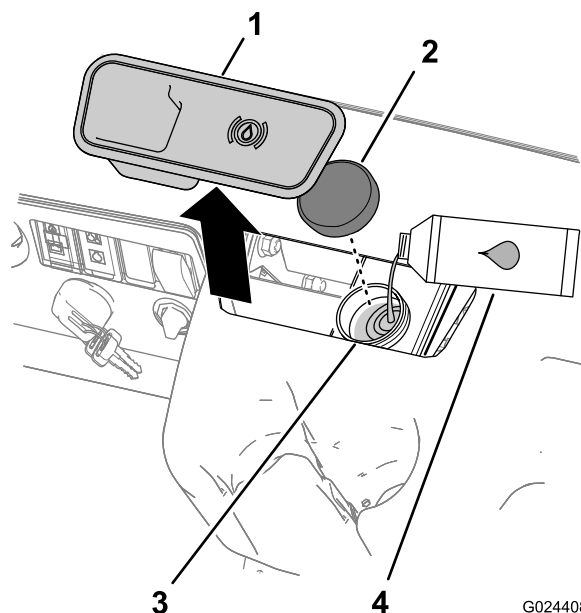

Рисунок 13
2. Снимите резиновую заглушку в центре и в верхней части приборной панели, чтобы получить доступ к главному тормозному цилиндру и бачку (Рисунок 13).
- А. Очистите область вокруг крышки бачка и снимите крышку (Рисунок 13).
С. Установите на место крышку бака (Рисунок 13).